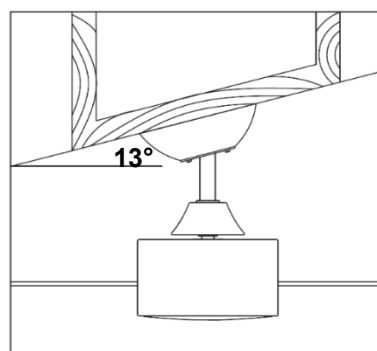

Afb. 2
- Monteer de ophangbeugel met de twee lange meegeleverde schroeven aan een plafondbalk of een stevig punt aan het plafond dat minstens 18 kg kan dragen. Zorg ervoor dat ten minste 30 mm van de schroef in de plafondbalk of in het plafond wordt gedraaid. (Afb. 2)